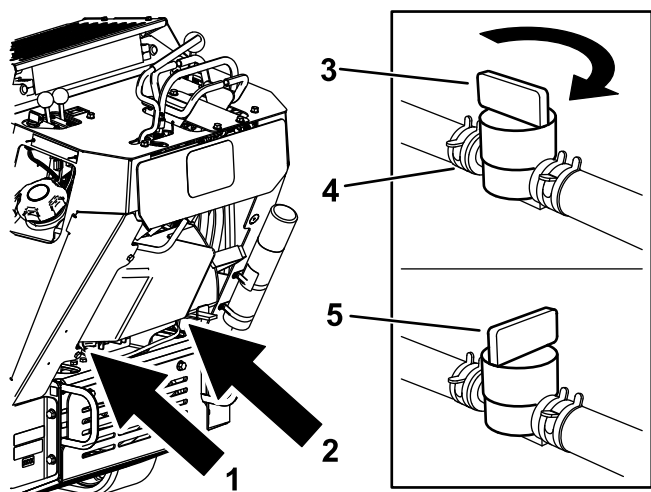

図 47
3. 燃料バルブを閉じる 図 47。
4. 燃料バルブについているホースのエンジン側のホースクランプをゆるめて、バルブから離れた位置に移動させる 図 47。
5. 燃料ラインをバルブから抜き取る 図 47。
5. 燃料バルブを開く 図 47。